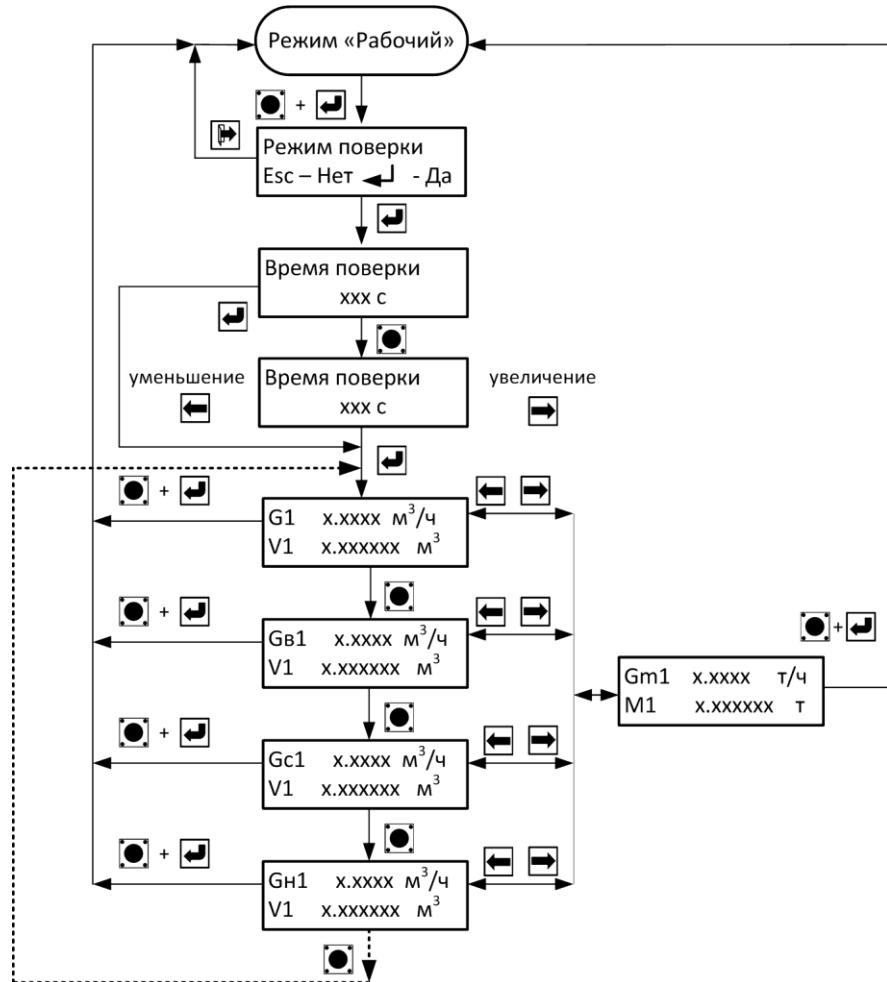

Рис. 9.1
9.2.1 Для входа в режим работы расходомера «Проверка» необходимо одновременно нажать кнопки «служебная» и «вход». Для выхода из режима поверки необходимо, находясь в любом окне режима «Проверка», одновременно нажать кнопки «служебная» и «вход». Порядок перехода между окнами режима «Проверка» изображен на рис. 9.1.